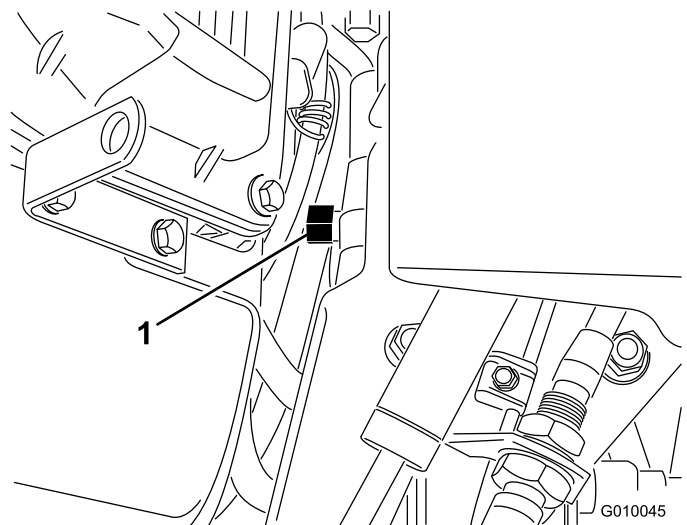

Рисунок 31
2. Найдите перепускной клапан между двигателем и гидростатическим насосом (Рисунок 31).
3. Ключом на 5/8 дюйма поверните перепускной клапан против часовой стрелки на 1 оборот. Это позволит пустить гидравлическую жидкость в обход насоса, так что колеса смогут вращаться (Рисунок 31).
5. Чтобы снова включить машину, поверните перепускной клапан по часовой стрелке на один оборот (Рисунок 31).